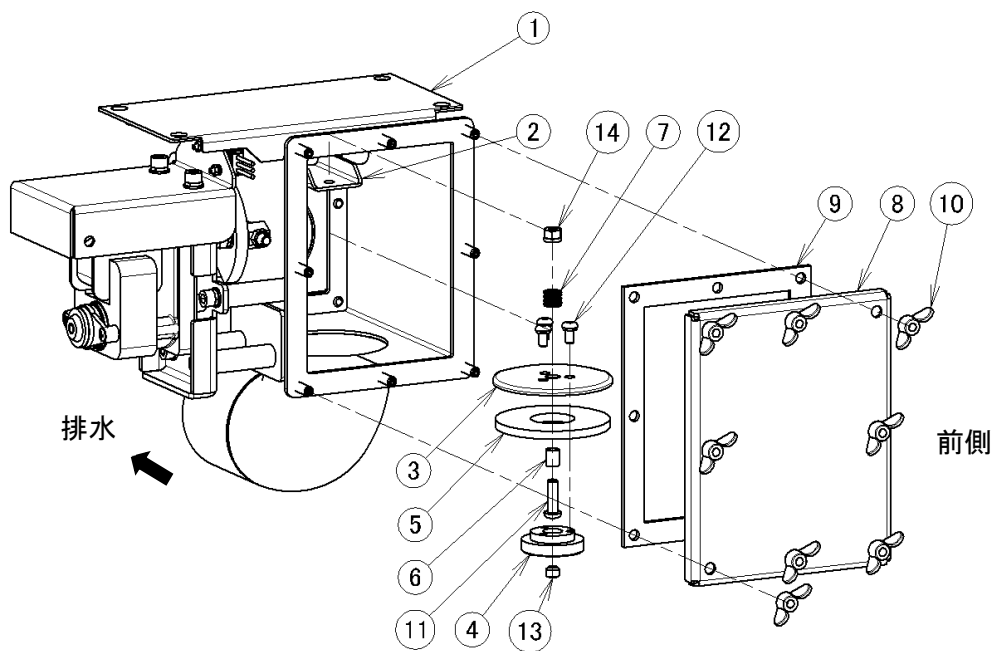

图 8-12
8.3.7 排水弁(図 8-12)
4) 排水弁ゴム板の交換(図 8-12,15,16)
- ・ ⑬六角穴付止めネジを緩め取り外します。
- ・ 六角レンチで⑪六角穴付ボタン小ネジを固定して、⑭SW・Nセットを緩め②水洗用弁ウデより排水弁ゴム板組立品(③④⑤⑫)を取り外します。
- ・ ⑥スペーサーリング⑦弁押えスプリングも同時に外れます。
- ・ 3箇所⑫六角穴付ボタン小ネジを緩め⑤排水弁ゴム板を取り外し組み換えます。